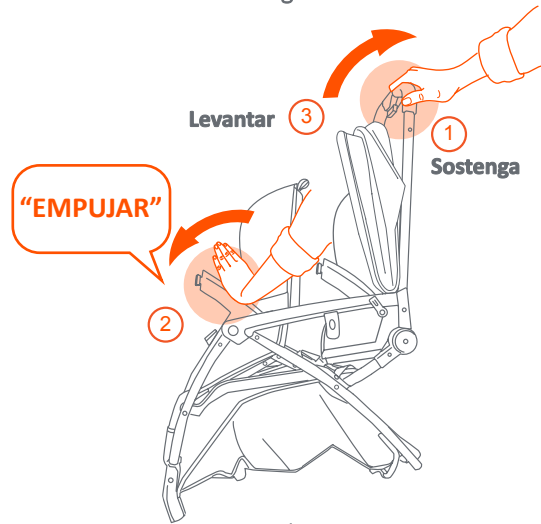

Fig. 1b
(1) Use una mano para sostener el mango e inclinar el cochecito hacia adelante. (2) Empuje el cochecito firmemente abierto con la otra mano (Fig. 1b).
(3) Tire firmemente hacia arriba en el mango del cochecito para abrir completamente el marco (Fig. 1b).